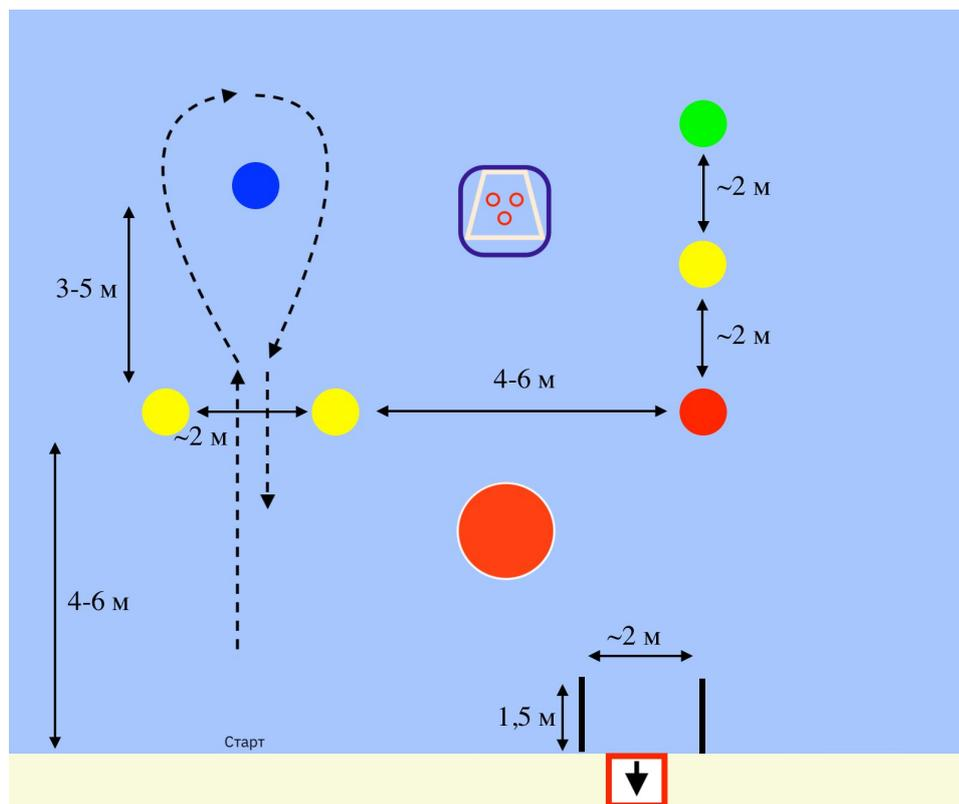

Рис. 1. Расположение макетов
1. Пройти ворота, обогнуть маркер и снова пройти ворота – **20 баллов**. Маркер может быть синего или зеленого цвета. Если маркер синий, его необходимо обойти слева (как указано на Рис. 1). Если маркер зеленый, его необходимо обойти справа. Засчитывается первый обход маркера, если вдруг лодка будет обходить маркер несколько раз. Баллы за маркер можно получить, если прошел ворота. Баллы за обратный проход ворот можно получить, если прошел ворота со стороны старта и обошел маркер.